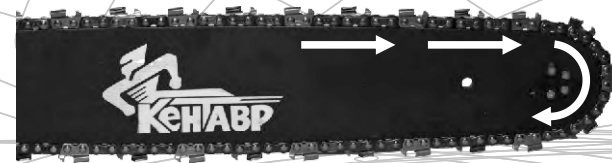

Рис. 7
5. Введите цепь в зацепление с ведомой звездочкой, расположенной на носке шины. Обратите внимание на правильное направление движения цепи (см. рис. 7).